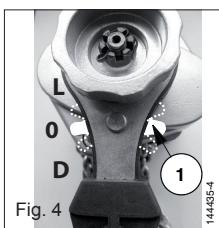

Fig. 4
2. Placer la manette du sélecteur (rep. 1 fig. 4) de mouvement en position neutre « 0 ».
4. Si le volant est bloqué, placer le sélecteur sur la position « D » (fig. 4) et tirer manuellement vers le bas le brin de chaîne équipé du crochet. Replacer le sélecteur sur la position « 0 » et tirer sur la chaîne ainsi libérée à l'aide de la butée de fin de course basse.
1. Pour lever, tirer ou tendre, placer la manette du sélecteur dans la position « L » (fig. 4) et actionner le levier en va-et-vient.
2. Pour descendre ou relâcher, placer la manette du sélecteur dans la position « D » (fig. 4) et manœuvrer le levier en va-et-vient.